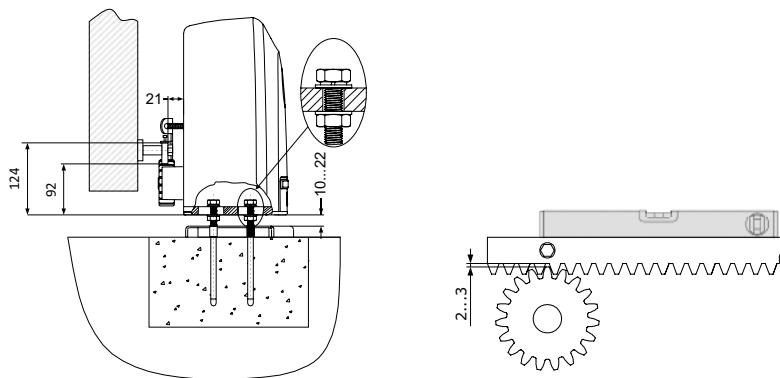

Рисунок 5. Регулировка положения привода
Для установки привода (*рис. 5*) выполните следующее:
- Установите гайки, шайбы и гроверы согласно *рис. 5*.
- Поместите первую секцию зубчатой рейки горизонтально на шестерню привода, прижав крепления (втулки) к поверхности створки ворот. Выдерживайте зазор между зубчатой рейкой и шестерней 2...3 мм (рис. 5) для предотвращения воздействия веса створки на привод. Наметьте точки крепления зубчатой рейки на створке ворот.